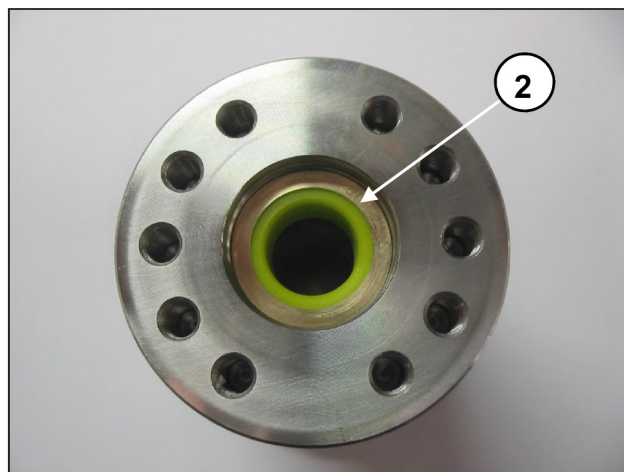

Fig. 41
- Introdurre l'anello antiestrusore ② e la bussola guarnizioni ③ posizionati come da Fig. 41, Fig. 42, Fig. 43.